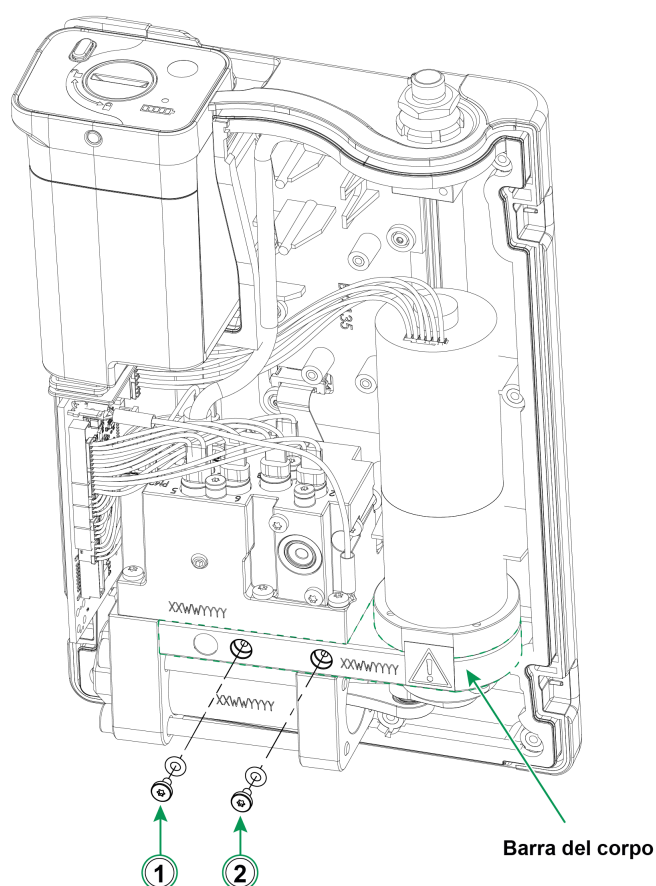

Figura 37: Rimozione dei tappi dalla barra del corpo
2. Rimuovere il tappo sinistro (1) dalla barra del corpo (vedere 1 in Figura 37: Rimozione dei tappi dalla barra del corpo).
9. Rimuovere il tappo destro (2) dalla barra del corpo (2 in Figura 37: Rimozione dei tappi dalla barra del corpo) e ripetere i passaggi da 3 a 8 di questa istruzione.